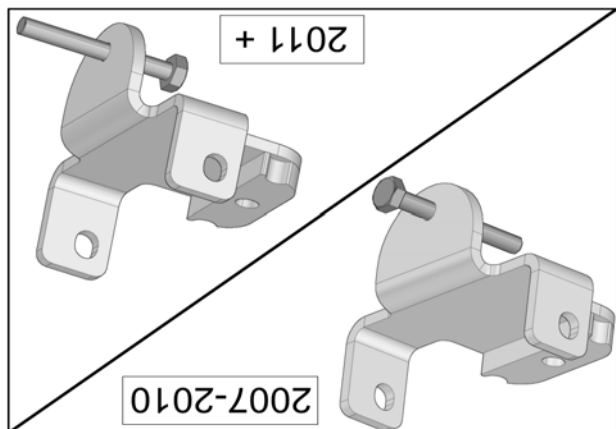

Fig. 4
4. Insérer un boulon à l'extrémité de chacun des ancrages de suspension arrière. Voir la Fig. 4